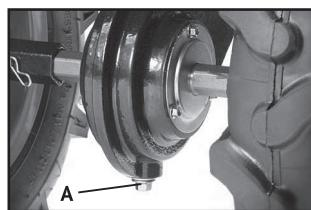

Рис. 7
- Выверните болт А сливного отверстия редуктора (Рис. 7).